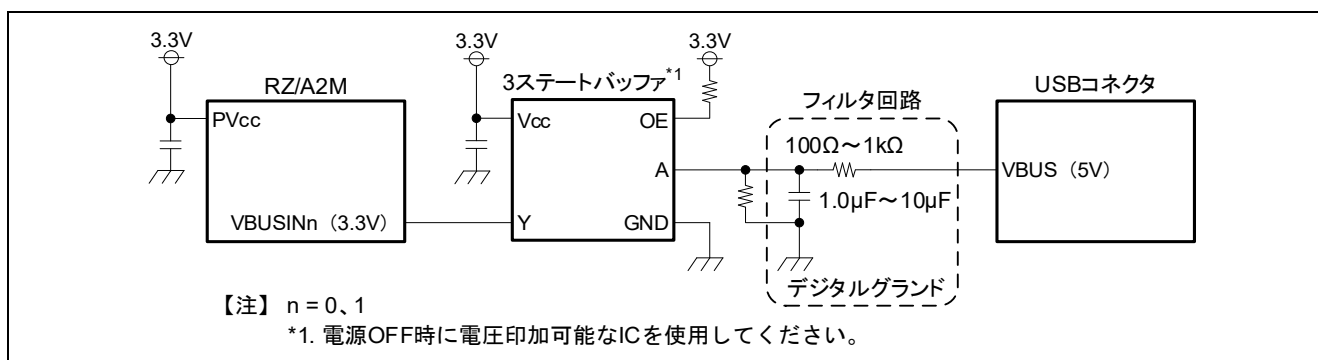

図 5.2 ファンクションコントローラ VBUS 回路例
- RZ/A2M をファンクションコントローラとして使用する場合、RZ/A2M の電源が OFF のときに USB ホストモジュールが接続されると、RZ/A2M の VBUSIN 入力端子に絶対最大定格^{*1}を超過した電圧が印加され、LSI の永久破壊となる可能性があります。これを避けるため、図 5.2 に示す保護回路を参考に、RZ/A2M を保護してください。